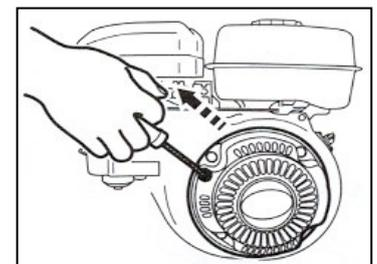

Figure 7
- Prenez la poignée du démarreur réversible et tirez fortement. **Attention au contrecoup exercé par le moteur. Maintenir la poignée de lanceur pour que celui-ci se rétracte lentement.** (Fig. 7)